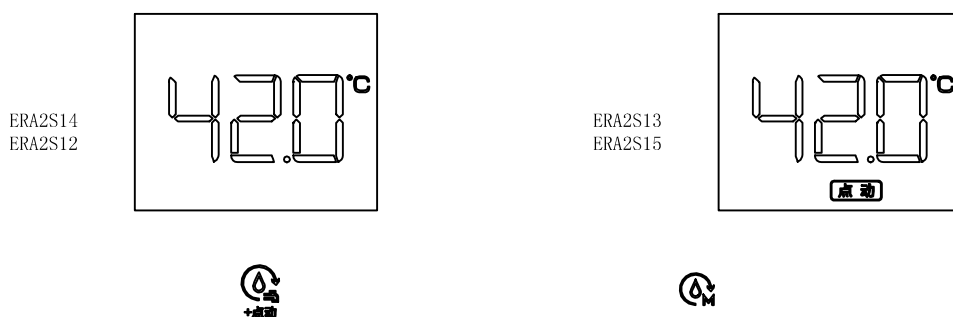

图31
2. 点动模式(如图31): 当用户进入到点动模式后。用户只要开热水龙头(混水龙头的热水端)3秒并在8秒内关闭热水龙头, 系统便会根据用户当前设定的保温温度与循环管内水温变化情况适时启动水泵并点火加热, 当循环管内水温达到保温温度时, 热水器停止加热。若要取消点动模式, 用户可通过按下对应的“”, “”按键来切换到其他模式或者退出点动模式。